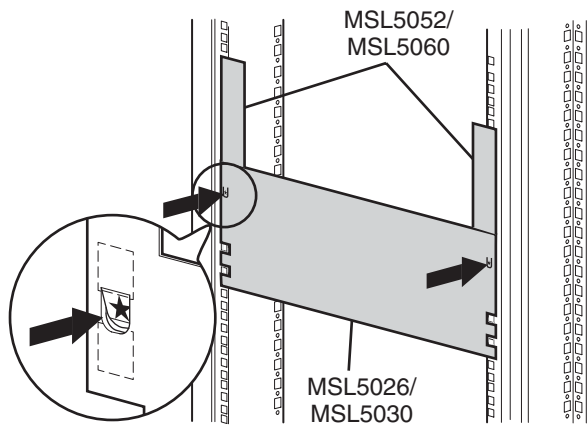

Figura 2-3: Mascherina della libreria(per il contenitore del rack 9000)
1. Utilizzare la mascherina in dotazione con la libreria per contrassegnare la posizione dei componenti hardware sulle guide di montaggio del contenitore del rack (vedere la Figura 2-3). I punti neri lungo i lati della mascherina indicano la parte superiore di una U.